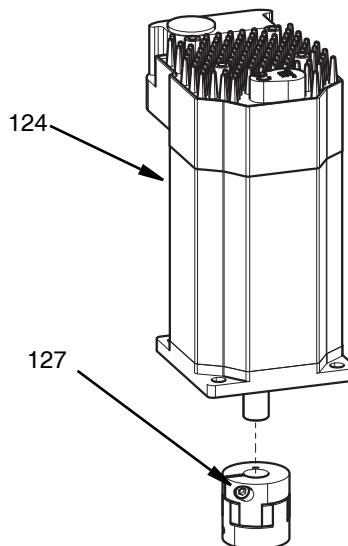

图 36
7. 用 2.5 毫米内六角扳手拧松上部旋转联接装置 (127) 的固定螺丝。注意：请勿使用球头内六角扳手。
8. 从马达轴上拆下旋转联接装置 (127)。参见图 36。